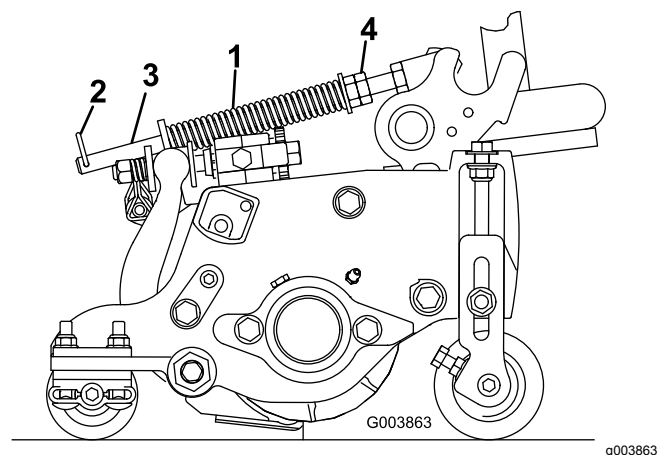

Figure 15
- Serrez les écrous hexagonaux sur l'extrémité avant de la tige de ressort jusqu'à ce que la longueur du ressort comprimé soit égale à 13 cm sur les unités de coupe de 13 cm ou à 16 cm sur les unités de coupe de 17 cm (Figure 15).
Le ressort de compensation transfère aussi le poids du rouleau avant au rouleau arrière (Figure 15). Cela évite la formation d'ondulations à la surface de la pelouse.
- Vérifiez que la goupille fendue est insérée dans le trou de la tige de ressort (Figure 15).